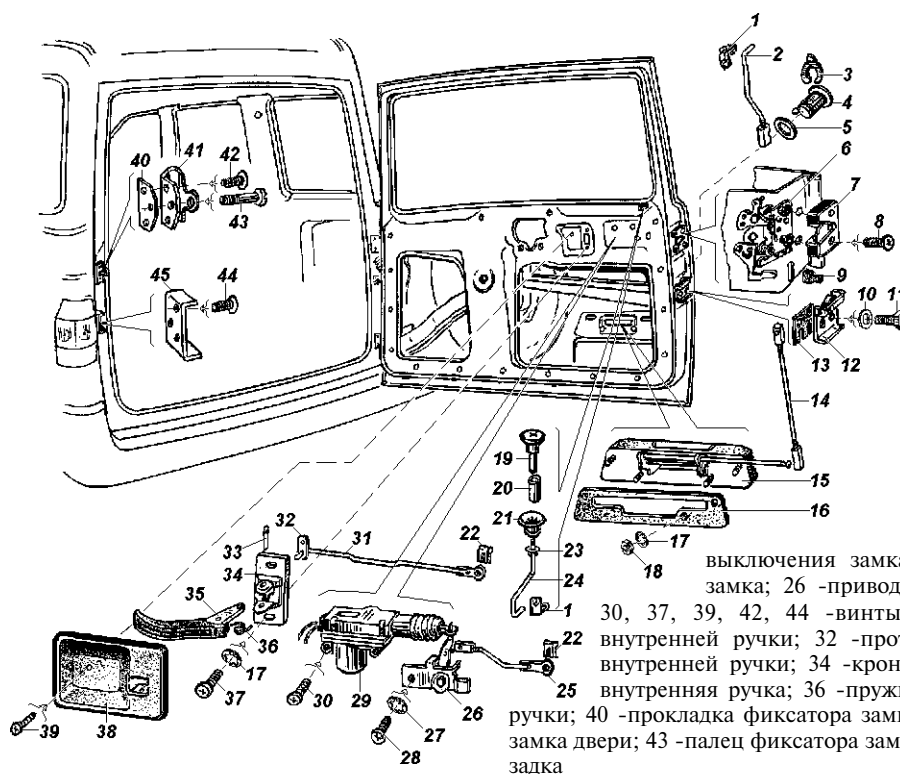

Рис. 15.30. Замок и ручки двери задка:
2. При необходимости выньте направляющую 21 (рис. 15.30) кнопки 19 из обивки двери.